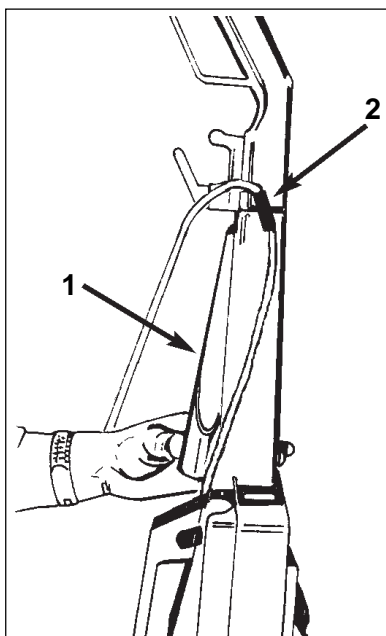
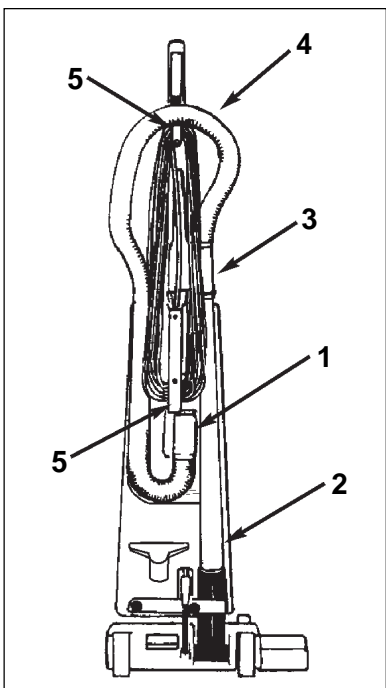

Figure 11
Figure 12
- b. Put the crevice tool in the tool holder (1). See figure 11.
- c. Put the cable holder into the hole of the handle (2). See figure 11.
7. Put the hose adapter into the opening in the back of the tank housing (1). See figure 12.
8. Put the end of the wand in the back of the tank housing (2). See figure 12.
9. Push the wand assembly forward until it locks in position (3). See figure 12.
10. Put the vacuum hose over the hook on the handle assembly (4). See figure 12.
11. Put the power cord around the cord storage hooks (5). See figure 12.
- b. Placer la buse dans le support (1). Voir figure 11.
- c. Placer l'attachement du câble dans le trou de la poignée (2). Voir figure 11.
7. Placer le raccord du flexible dans l'ouverture située à l'arrière du réservoir d'aspiration (1).
8. Placer le tuyau rigide dans le logement se trouvant sur le côté gauche à l'arrière du réservoir d'aspiration (2).
9. Pousser le tuyau rigide vers l'avant jusqu'à ce qu'il se coince en place (3).
10. Placer le flexible dans l'encoche de la poignée du timon (4)
11. Enrouler le câble d'alimentation sur les deux crochets à l'arrière de l'appareil (5) (Figure 12).